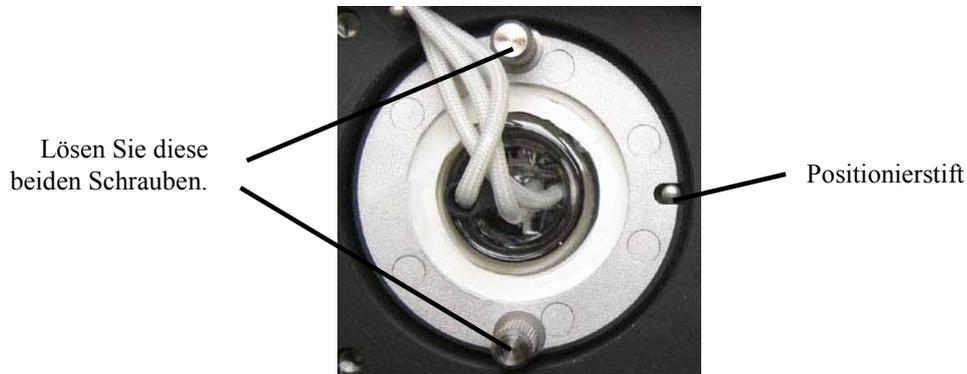

Abb. 33: Befestigungsschrauben Deuteriumlampe
- Richten Sie die neue Lampe am Positionierstift (→ Abb. 33) aus. Schieben Sie die Lampe vorsichtig in das Lampengehäuse hinein. Achten Sie darauf, dass die Lampe dabei nicht verkantet und der Flansch der Lampe plan auf dem Lampengehäuse aufliegt. Ziehen Sie die Befestigungsschrauben an.